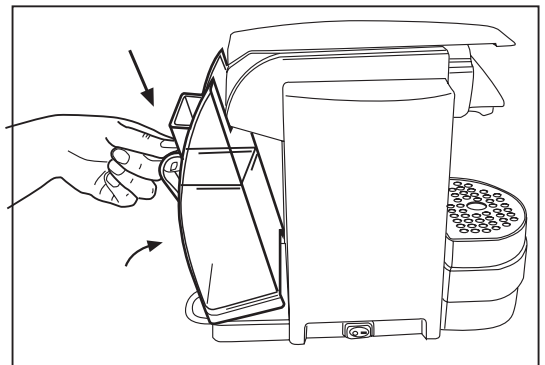

Abb. 3
- Den Behälter schräg auf das Wasserventil stellen und wieder einsetzen. Das Oberteil des Geräts drücken bis es einrastet. Um zu vermeiden dass Wasser austreten kann, kontrollieren Sie bitte ob der Behälter fest sitzt. **(Abb.3)**